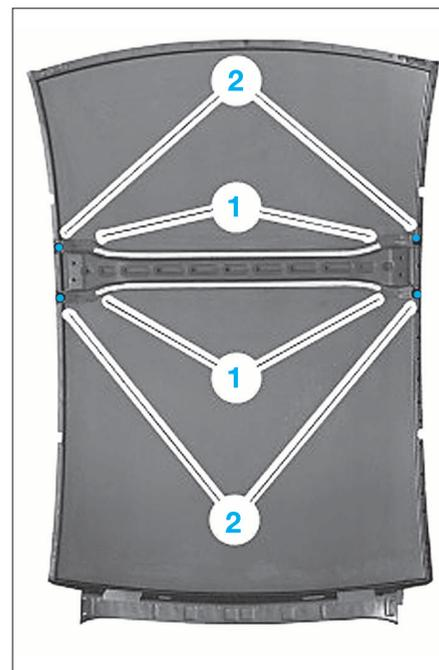

FIG. 122
• Appliquer de la colle à pare-brise sur le pavillon (1) (Fig.122) et coller la traverse centrale.